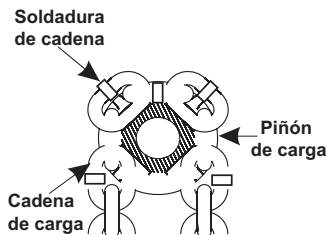

fig.3B
7. Instale la cadena haciendo correr un trozo de alambre o cuerda entre el rodillo de guía y el piñón de carga y luego sobre y alrededor del piñón. Ate la cadena al alambre o la cuerda y tirela en el montacargas para que el primer eslabón se encuentre en el borde en una de las ranuras en el piñón de carga, con la soldadura lejos de la rueda dentada (ver fig.3B). Cambie la perilla de dirección a la posición neutral y gire la rueda de mano en el sentido de las agujas del reloj hasta que la cadena de carga esté en el piñón de carga. Quite el pasador de la clavija y deslícelo hacia un lado. Tire el extremo de la cadena por debajo del rodillo de guía de la cadena y enganche el último eslabón sobre el pasador del extremo suelto, asegurándose de que la cadena no esté torcida. Deslice el pasador de clavija a través de él.